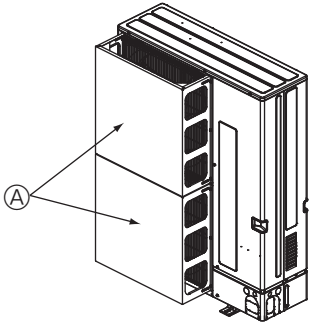

Fig. 2-16
① Ünite, tayfun ve bunun gibi nedenlerden oluşan güçlü rüzgarların doğrudan hava çıkışına girebileceği bir yere monte edilmişse, isteğe bağlı olarak sağlanan bir hava koruma kılavuzu monte edin. (Fig. 2-16)